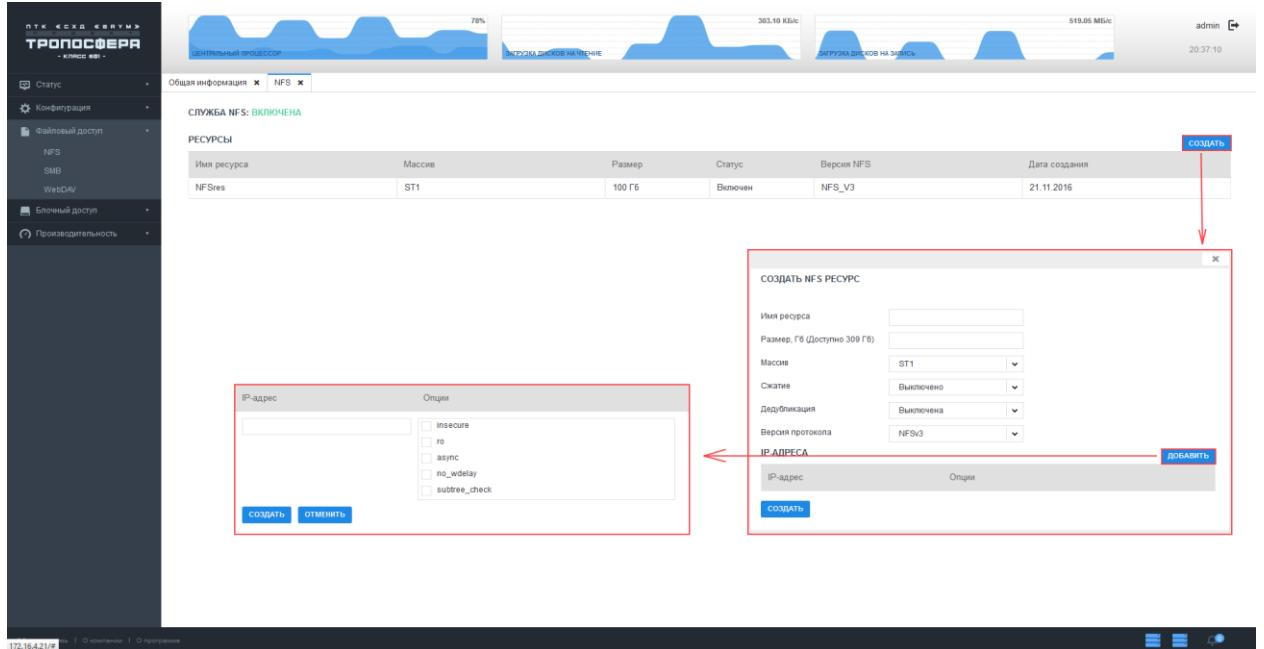

Рисунок 45 – Виртуальный диск по протоколу NFS
- 1) Выбрать «Файловый доступ» → «NFS» (см. Рисунок 45).